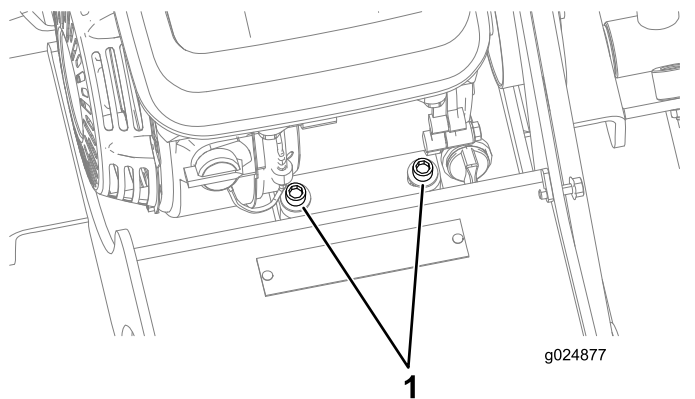

Figura 27
2. Afloje los 2 pernos de cabeza allen (5/16-24 x 1 3/4") que sujetan la parte delantera del motor (Figura 27).
7. Apriete los 2 pernos de cabeza allen (5/16-24 x 1 3/4") que sujetan la parte delantera del motor a 12.5–16.4 N·m (9.2–12.1 pies-libra), como se muestra en la Figura 27.